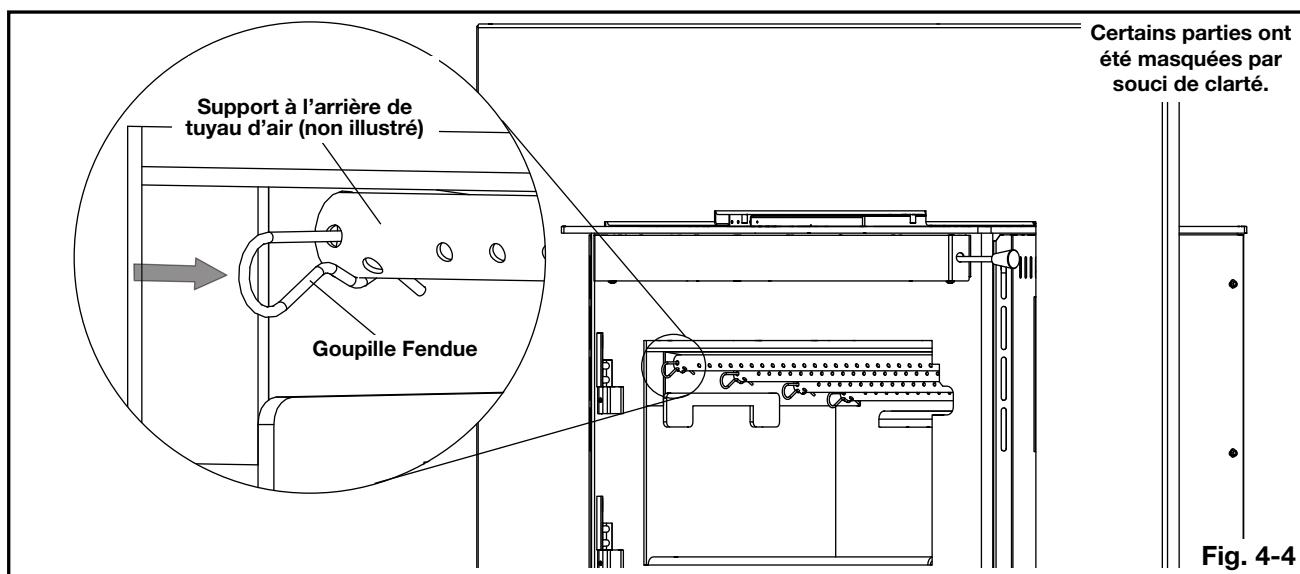

Fig. 4-4
3. Alignez le trou dans le tuyau d'air secondaire avec le trou dans le support sur le côté gauche dans la chambre de combustion, puis inserez une goupille fendue (fournie) (**Fig. 4-4**).